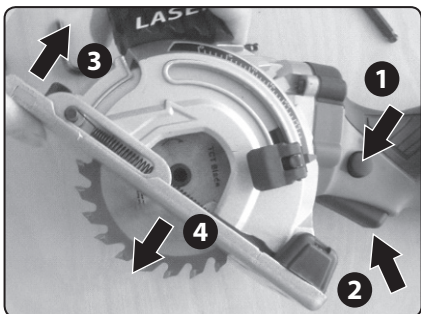
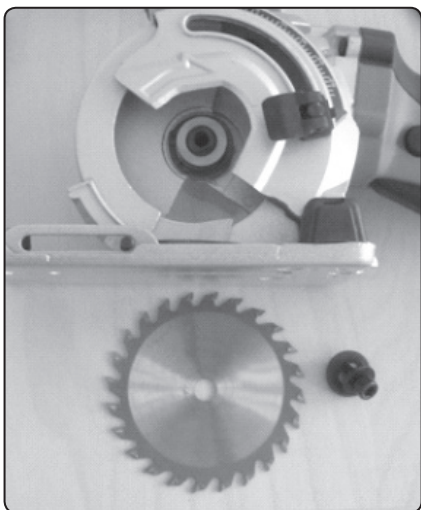

Abb. 11C
Abb. 11D
4. Um das Sägeblatt freizulegen, drücken Sie zuerst den Sicherheitsknopf, dann den Betriebsschalter und bei gedrücktem Betriebsschalter drücken Sie die Grundplatte zurück, dann entfernen Sie das Sägeblatt von der Sägespindel (Abb.11C, Schritt 1-4). Die Säge mit abgenommenem Sägeblatt ist in Abb.11D dargestellt.